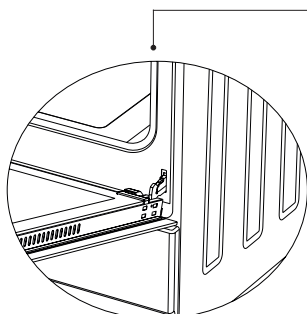

Figure 20.1
1. Ouvrez complètement la porte du four et retirez-la en ouvrant le loquet de la charnière à l'aide d'un tournevis, comme illustré à la Figure 20.1.